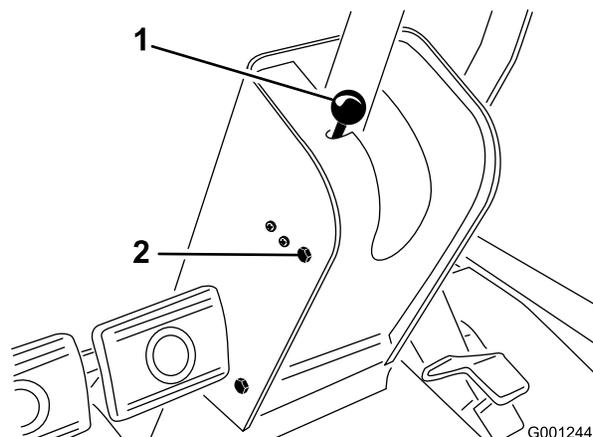

Figura 69
1. Retire o botão do travão de estacionamento e os parafusos da cobertura da coluna de direção (Figura 69).